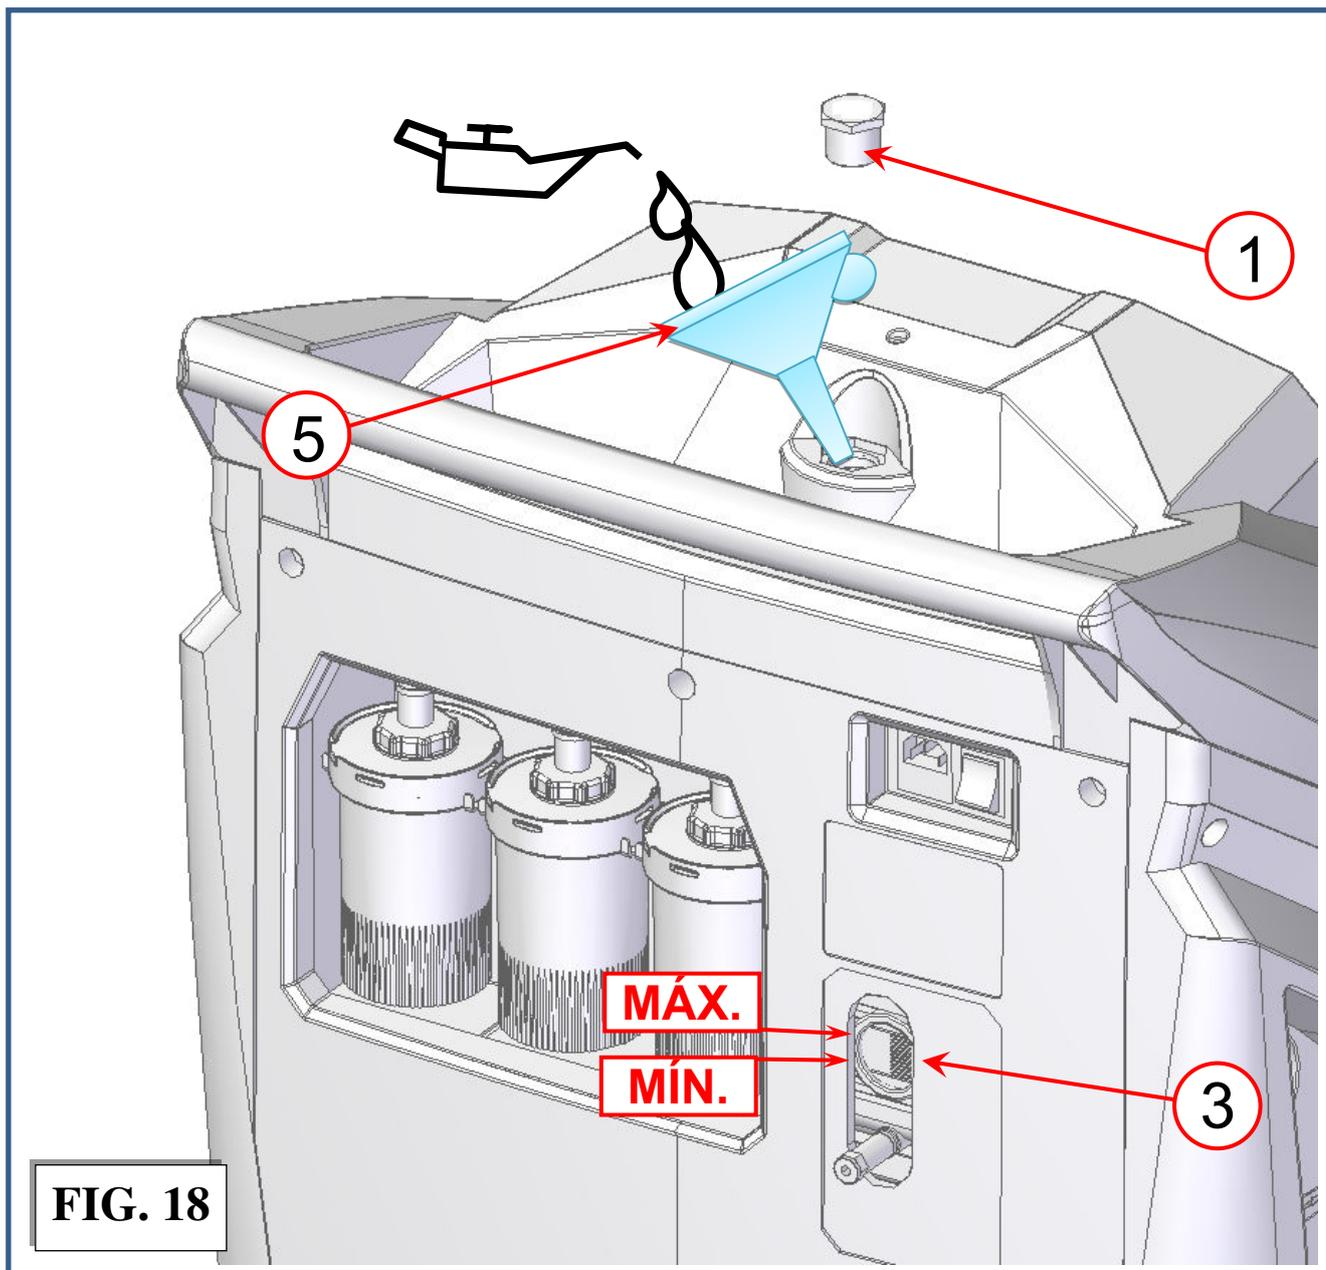

FIG. 18
Localize a tampa de enchimento (ref. 1, Fig. 18) e aparafuse-a completamente.
O óleo deve ser adicionado através do orifício na qual a tampa de óleo foi alojada utilizando um funil adequado (ref. 5, Fig. 18).
Adicione pouco óleo de cada vez, esperando que o nível suba antes de cada adição sucessiva, até que o nível de óleo esteja a cerca de 1/2 cm acima da marca vermelha no indicador (ref. 3, Fig. 18).
Substitua a tampa de enchimento (ref. 1, Fig. 18) e aperte-a.